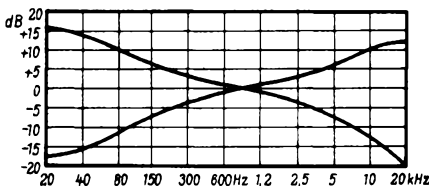

Bild 5. Klangregelkurven, gemessen über den gesamten Verstärker, vom Eingang bis zum Lautsprecher-Ausgang
3. Die erreichten Regelkurven steigen bzw. fallen von einem definiertem Drehpunkt nahezu geradlinig und weisen kaum eine Krümmung auf (Bild 5).